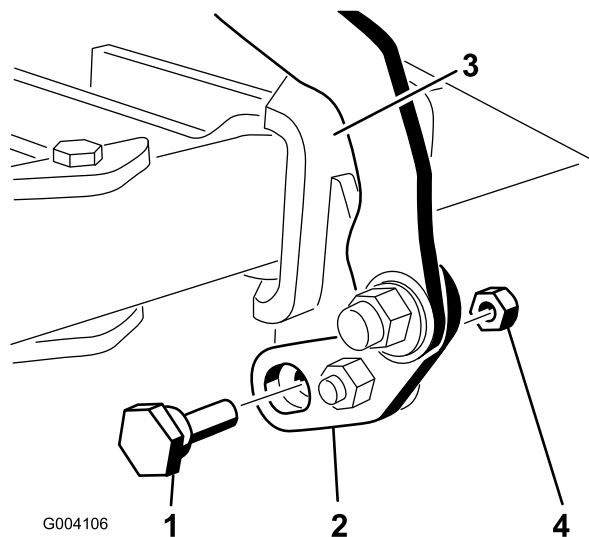
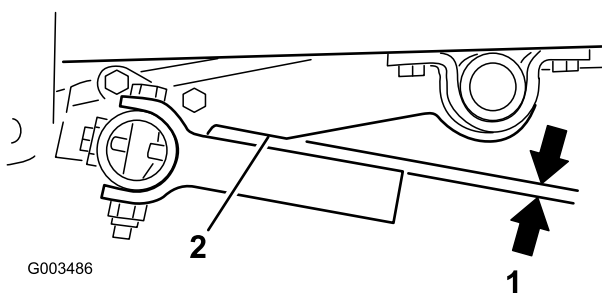

Bild 17
Bild 21
2. Messen Sie den Abstand zwischen dem Rahmen der Zugmaschine und dem Schwenkrohr, wie in Bild 17 dargestellt.
2. Drehen Sie den Exzenterbolzen in eine Richtung, bis die Tines der Werkzeugleiste parallel zur Kerbe im Hubarm sind (Bild 17 und Bild 21).